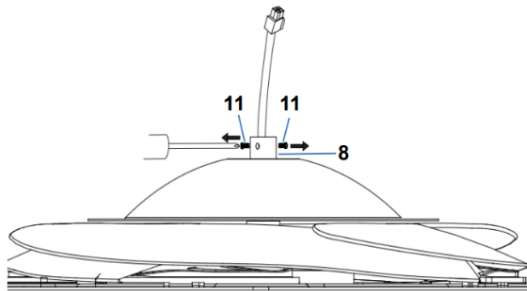

Fig. 4.2
2. Desserrez les vis de réglage (11) situées sur le boîtier de couplage de la tige descendante (8). (Fig. 4.2)